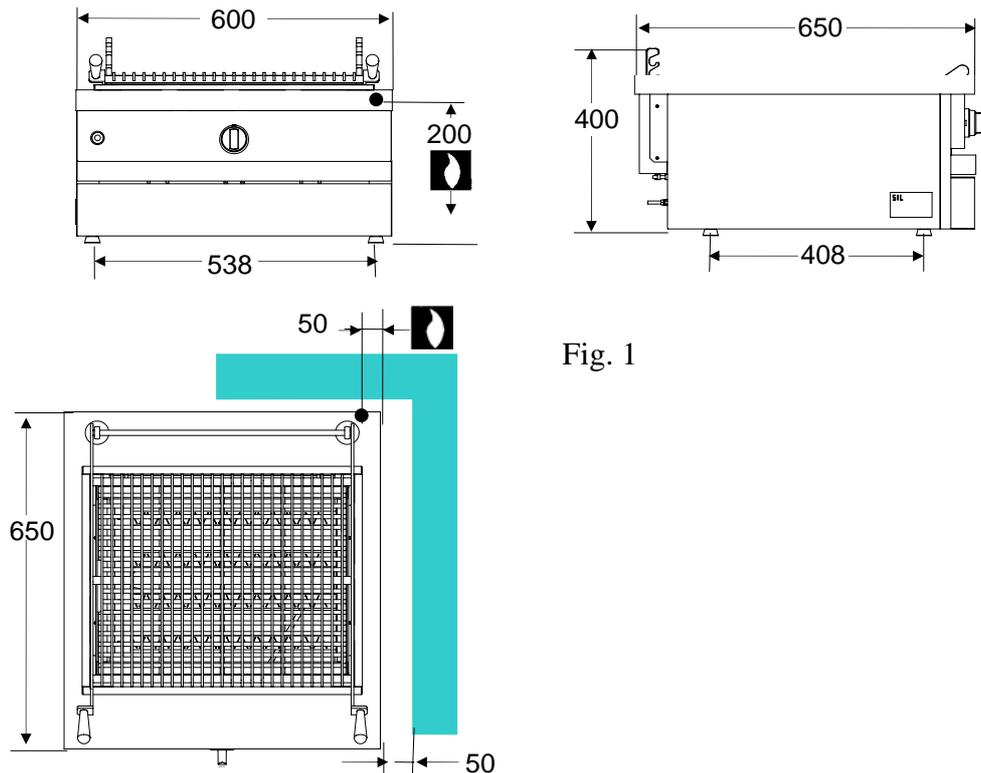

Fig. 1
**(FR)** Vérifier : - Le parfait état de propreté des canalisations, afin d'éviter l'obstruction des injecteurs et le dysfonctionnement des têtes magnétiques. Le gaz pour lequel l'appareil à été réglé : plaquette signalétique (A fig. 1) et marquage. La compatibilité de la section des canalisations d'alimentation avec la puissance de l'appareil (suivant fiche technique). La conformité du débit d'air neuf (voir tableau 1).
**(GB)** Check : - Pipework is perfectly clean in order to prevent the injectors becoming blocked and malfunctioning of the magnetic heads. The gas for which the appliance was set up: rating plate (A fig. 1) and markings. Cross-sectional area of gas supply pipework is compatible with the appliance's thermal output (as per technical data sheet). Correct fresh air flowrate (See table 1).
**(NL)** Eerst controleren : - Of de buisleidingen volkomen schoon zijn, om verstopping van de injectors en storingen in de werking van de magneetkoppen te voorkomen. Voor welk soort gas het apparaat is ingesteld: zie konstruktieplaatje (A fig. 1) en marking. Of de doorsnede van de toevoerbuizen afgestemd is op het vermogen van het apparaat (zie technische gegevens sheet van het apparaat). Juiste doorvoerhoeveelheid verse lucht (zien tabel 1).